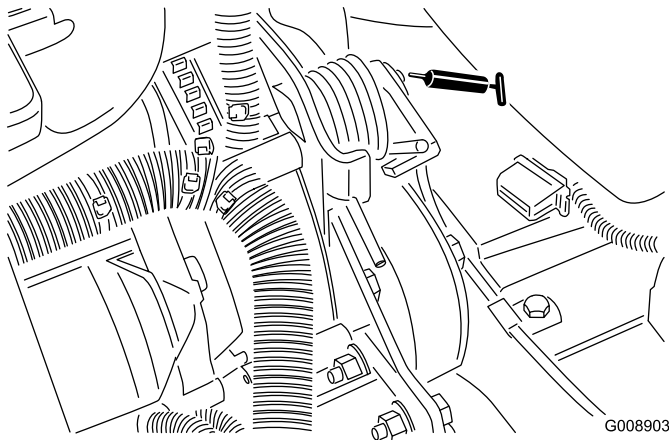

Figura 38
- Pivote tensor de la correa (Figura 38)